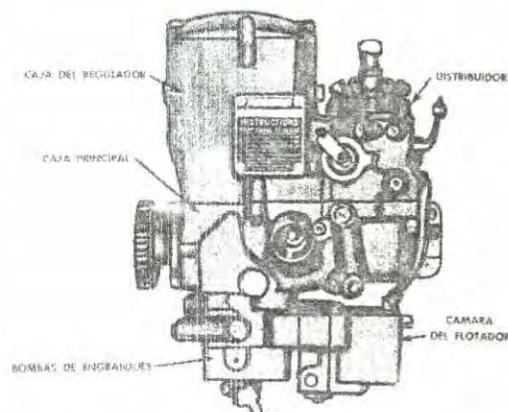

Fig.2 Bomba de inyección Cummins Tipo - "DD".
- 2º Tipo "DD" o de un solo disco (fig.2)